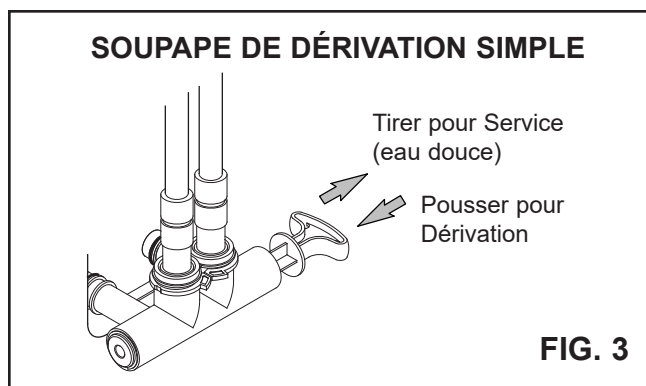

FIG. 3
- Mettez le ou les robinets de dérivation en position de **dérivation** (cf. Figures 3, 5a et 5b).
- (1) **ROBINET UNIQUE DE DÉRIVATION** : Rentrez **lentement** la tige du robinet en position **service**, en vous arrêtant plusieurs fois pour permettre la mise en pression lente de l'appareil.